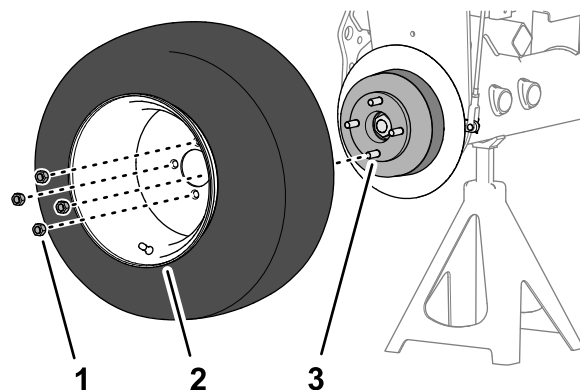

Рисунок 64
1. Отверните 4 зажимные гайки, которые крепят переднее колесо к ступице, и снимите колесо (Рисунок 64).